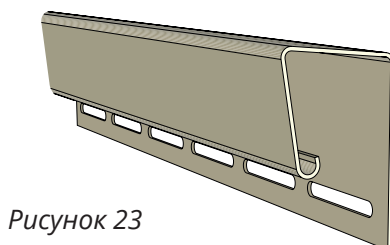

Рисунок 23
11.4 В верхней части стены, для завершения крайней панели, будет установлен J-профиль универсальный 7/8 (рис. 23).